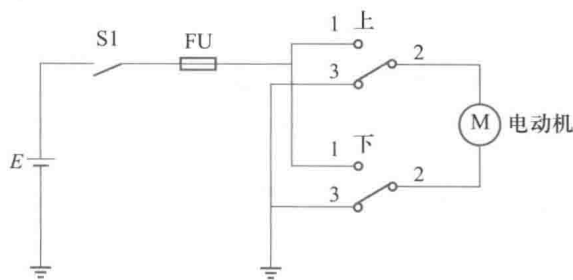

图 1-5 汽车电动车窗基本控制电路
6. 汽车电动车窗的基本控制电路如图 1-5 所示,试分别分析车窗升降时的电流路径。